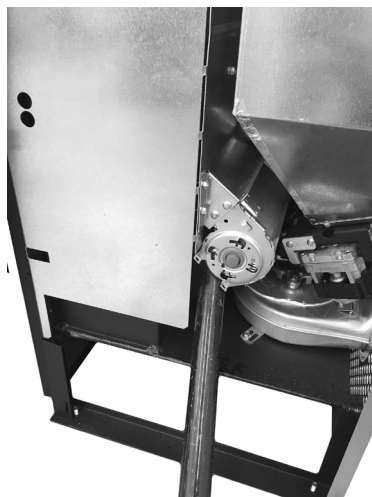

Fig. 45 - Reiniging omgevingsventilator
- Zuig as en stof op die zich binnenin opeengehoopt hebben (zie **Fig. 45**).